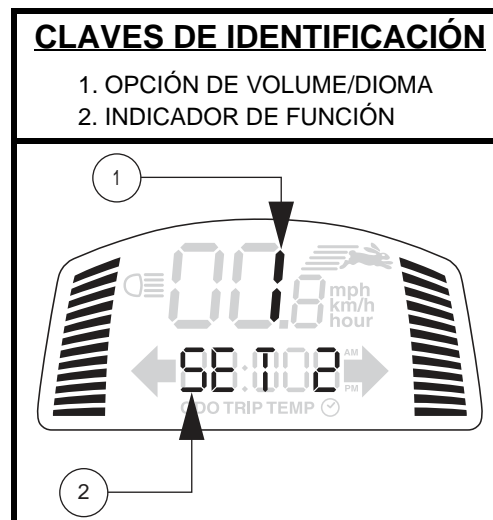

Figura 5. Pantalla del control del volumen
**NOTA:** Las señales de giro están sincronizadas para apagarse luego de 15 segundos. Un pitido de advertencia sonará mientras la señal de giro esté encendida. Ver la figura 5 para el control del volumen.
*NOTA: Las luces intermitentes cuádruples destellarán y sonará un pitido de advertencia mientras las luces de emergencia permanezcan encendidas. Ver la figura 5 para el control del volumen.*